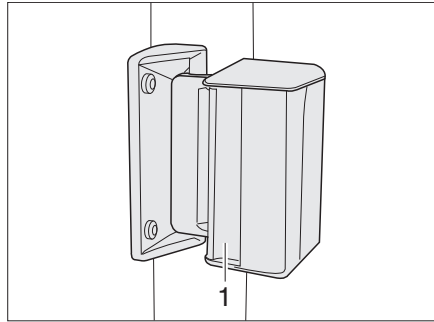

Bild 60 Schiebefenster
- Griff (Bild 60,1) drücken und gleichzeitig nach vorn oder hinten schieben oder ziehen.